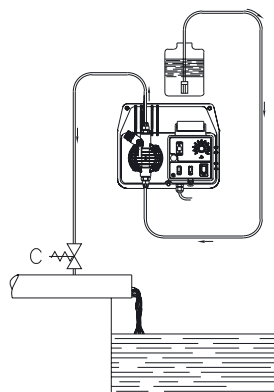

Fig. 6
- Se l'impianto da trattare lavora alla pressione atmosferica (additivazione a scarico libero) ed il serbatoio dell'additivo deve essere assolutamente posizionato più in alto del punto di iniezione (Fig. 6), controllare periodicamente la funzionalità della valvola di iniezione, in quanto la sua eccessiva usura potrebbe portare all'immissione dell'additivo nell'impianto per caduta (anche ad apparecchiatura ferma). Se il problema permene, inserire una **valvola di contropressione C** opportunamente tarata tra la pompa dosatrice ed il punto di iniezione (Fig. 6). Per liquidi che emanano esalazioni aggressive, non installare la pompa sopra al serbatoio a meno che tale serbatoio risulti chiuso ermeticamente.